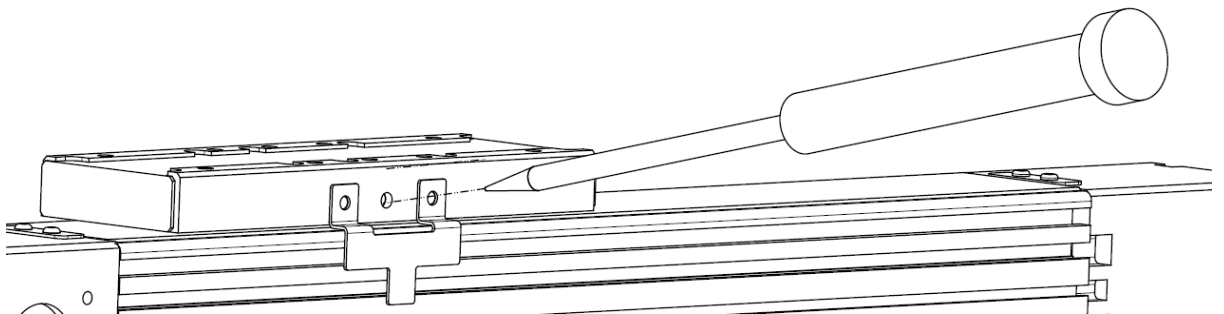

Рисунок 20 – Смазка модуля.
- 3) прижать шприц к смазочному отверстию шариковой направляющей, ввести смазку для подшипников качения с обеих сторон, слева и справа (см. рисунок 20);